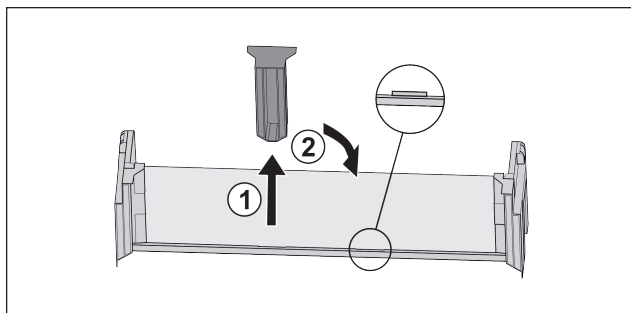

Fig. 28
- ▶ Middelste vasthoudeel lostrekken Fig. 28 (1).
- ▶ Middelste vasthoudeel in tweede positie inzetten Fig. 28 (2).